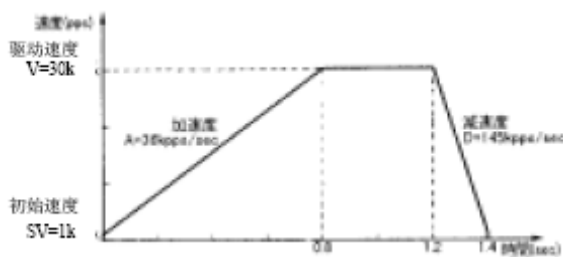
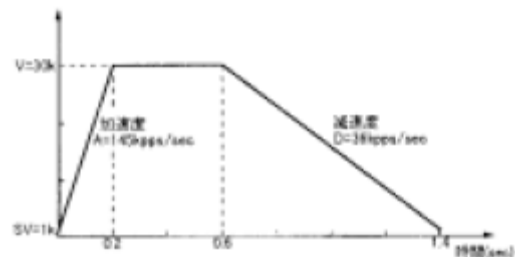

图 2.2.5 非对称直线加减速驱动(加速度<减速度)
图 2.2.6 非对称直线加减速驱动(加速度>减速度)
往垂直方向移动对象物时，对对象物有重力加速度的负担，所以在这样加速度和减速度不同的非对称直线加减速的定量驱动中，最好变更上下移动的加速度和减速度。此 IC 可以运行自动减速，事先不用设定手动减速点。图 2.2.5 是加速度比减速度大的例子，图 2.2.6 是减速度比加速度大的例子。在这样的非对称的直线加减速中数据输出脉冲数 (P) 和各速度参数可以在 IC 内部计算减速开始点。
- 加速度>减速度(图 2.2.6)时，加速度和减速度的比率有下述的条件。
- 加速度 > 减速度 (图 2.2.6) 时, 加速度 $Acceleration$ 和减速度 $Dcceleration$ 的比率越大延迟脉冲越多 ($Acceleration/Dcceleration=10$ 倍时, 最大 10 脉冲左右。为了改善延迟脉冲问题, ①增加初始速度, ②在加速计数器偏移上设定负数值。